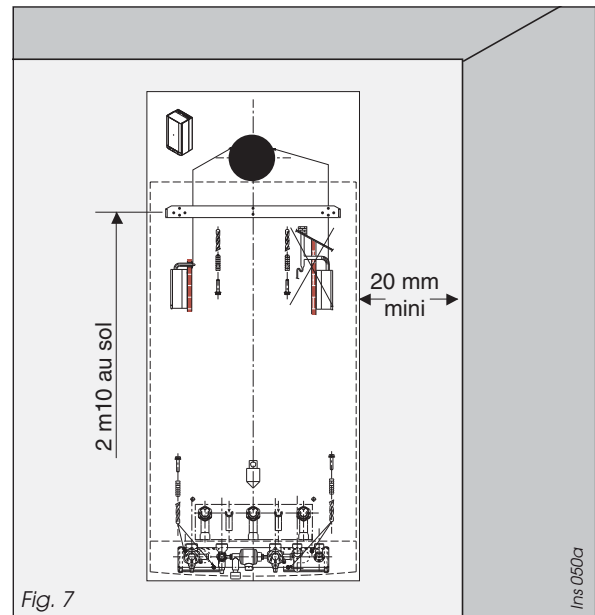

Fig. 7
- De respecter la hauteur minimale de 1,80 m pour le bas du coupe-tirage dans le cas où celui-ci sert de ventilation haute (**Modèles C**). Cette condition est satisfaite si la barrette de fixation (**fig. 7**) est positionnée à 2,10 m du sol,